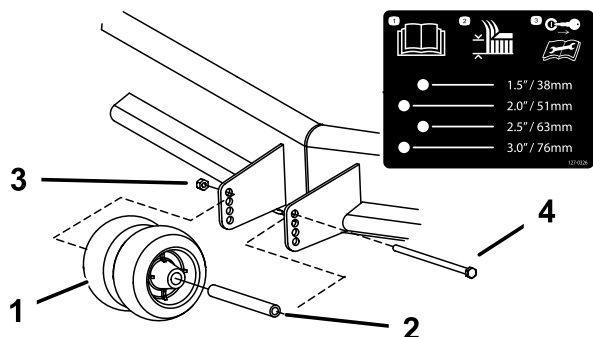

Рисунок 12
- Отрегулируйте защитные валики, как показано на Рисунок 12.